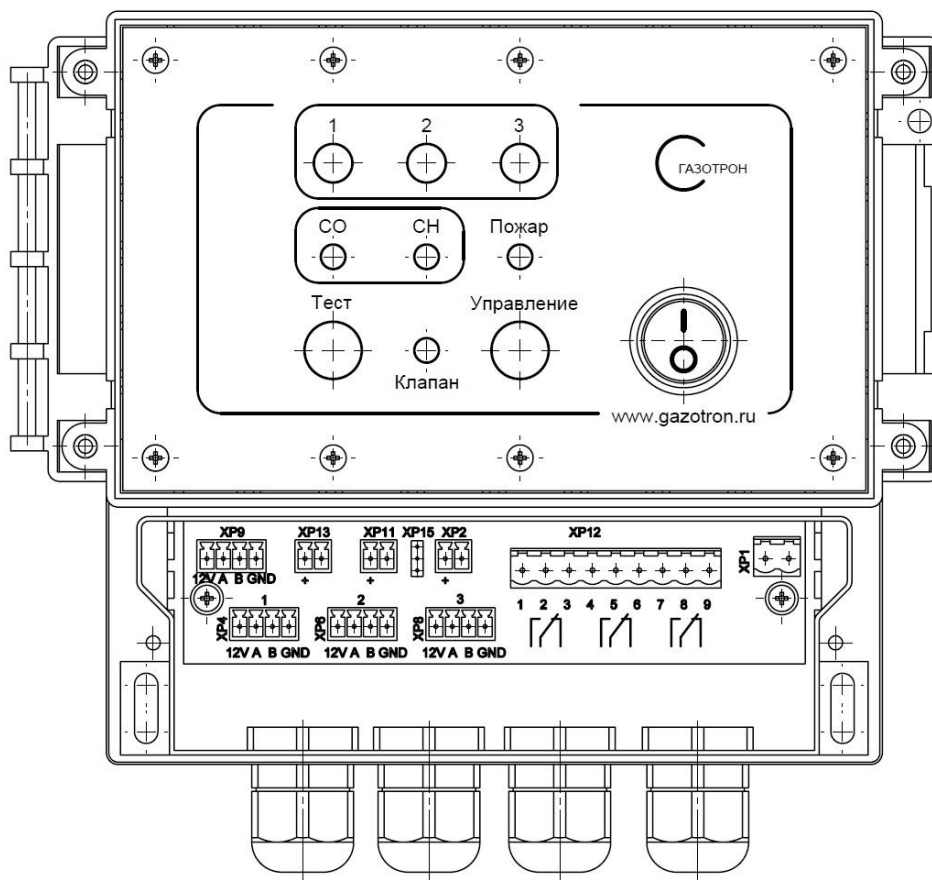

Рисунок 1 – Внешний вид БПСУ (крышки не показаны)
1.1.2 К БПСУ можно подключить (см. рисунок 1):
На передней панели БПСУ (рисунок 1) расположены: